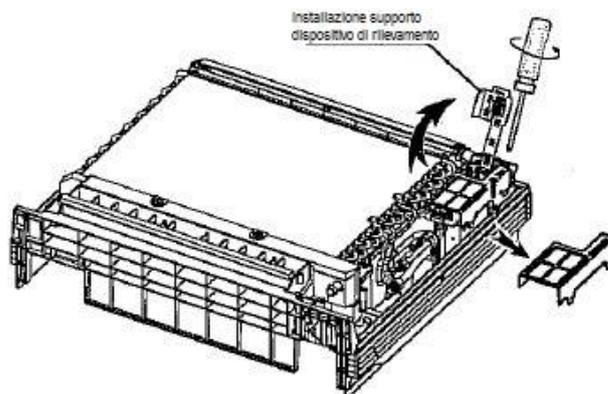

Fig. 9-1
- Ruotare il supporto di installazione del dispositivo di rilevamento nell'altro lato, e poi prende il coperchio del quadro elettrico. (Rimuovere la scatola elettrica se la capacità è 16/8000BTU / h, nonché utilizzando la funzione di rete.) (Vedere la Fig. 9-1)